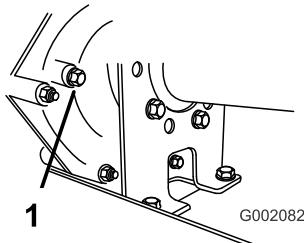

Figure 55
- Enlevez le boulon de l'orifice indicateur de niveau (Figure 55).